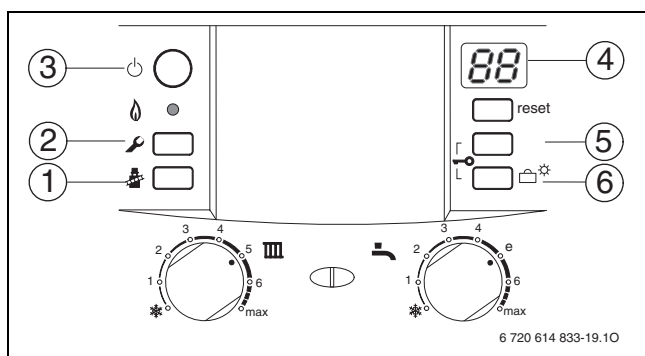

Fig. 36 Panoramica degli elementi operativi
- Premere più volte il tasto (5) o il tasto (6) (→ fig. 36) finché non viene visualizzata la funzione di servizio desiderata.
- Premere contemporaneamente i tasti «eco» e  (→ fig. 36) per 3 sec. (durante quest'operazione il display visualizza  finché il display non mostra nuovamente cifra.lettera, ad es. 8.A).
- Premere più volte il tasto (5) o il tasto (6) (→ fig. 36) finché non viene visualizzato il valore desiderato della funzione di servizio.
- Tenere premuti contemporaneamente i tasti (5) e (6) (→ fig. 36, pagina 31) per 3 sec. (il display visualizza ) finché il display non visualizza una funzione di servizio del primo livello ad es. 1.A.